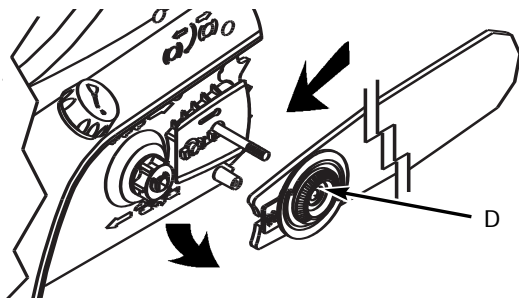

Fig. 18
4. Extraiga la cadena de la sierra de la barra guía y la rueda dentada. Saque la barra guía del equipo con la placa de tensión (D) fijada. (Fig. 18)